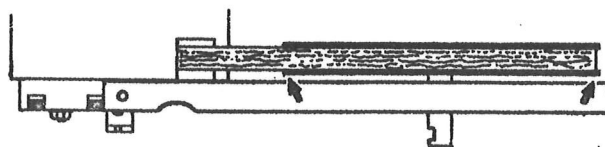

fig. 21
- controleer vervolgens of beide snaarschijven in één lijn liggen, door een lineaal te leggen, als afgebeeld in fig. 21 en of de grote snaarschijf niet slingerend (maximaal 1 mm naar beide zijden).